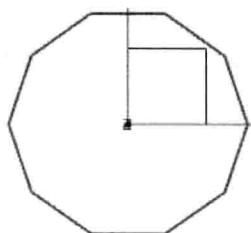
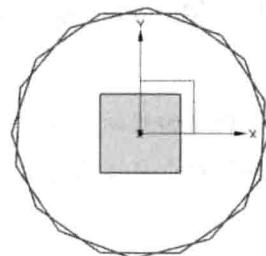
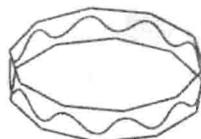

图 1.2.1 多边形 1
图 1.2.2 多边形 2
图 1.2.3 艺术样条
Step2. 创建图 1.2.1 所示的多边形 1。选择下拉菜单 **插入(S)** → **曲线(C)** → **多边形(E)** 命令；在多边形对话框中的**边数**文本框中输入值 10。单击**确定**按钮，单击**内切圆半径**按钮，在**内切圆半径**文本框中输入值 50，单击两次**确定**按钮，然后单击**取消**按钮，完成多边形 1 的创建。
Step3. 创建图 1.2.2 所示的多边形 2。选择下拉菜单 **插入(S)** → **曲线(C)** →
④ 多边形(E) 命令；在多边形对话框中的 边数 文本框中输入值 10。单击 确定 按钮，单击 内切圆半径 按钮，在 内切圆半径 文本框中输入值 50，在 方位角 文本框中输入值 15，单击 确定 按钮，系统弹出“点”对话框。在“点”对话框 输出坐标 区域的 Z 文本框中输入 20，单击 确定 按钮，然后单击 取消 按钮，完成多边形 2 的创建。
Step4. 创建图 1.2.3 所示的艺术样条。选择下拉菜单 插入(S) → 曲线(C) → 艺术样条(S)... 命令；在 类型 区域的下拉列表框中选择 根据极点 选项，在 参数化 区域的 次数 文本框中输入值 2，选中 封闭的 复选框，其他参数都为默认设置；在指定极点位置依次选取图 1.2.1 和图 1.2.2 所示的边线的端点为参考，单击 <确定> 按钮，完成艺术样条的创建。